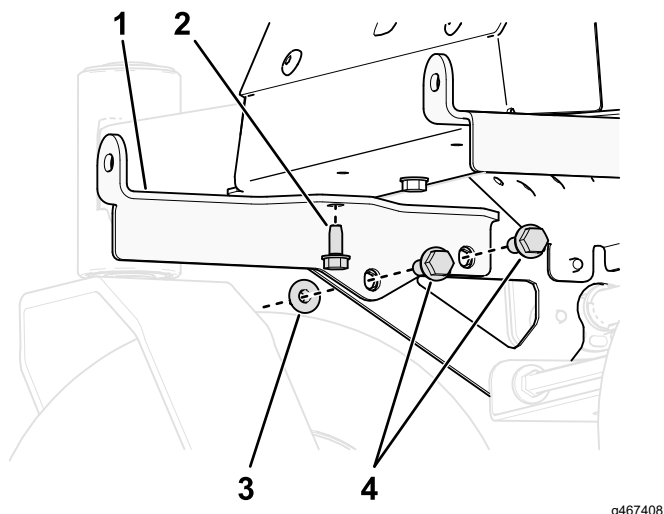

Figura 3
1. Montate le staffe di montaggio delle zavorre destra e sinistra sul sottoscocca del telaio utilizzando 3 bulloni ($\frac{3}{8}$ " x 1") e 3 dadi di bloccaggio ($\frac{3}{8}$ ") per lato, come illustrato nella Figura 3.